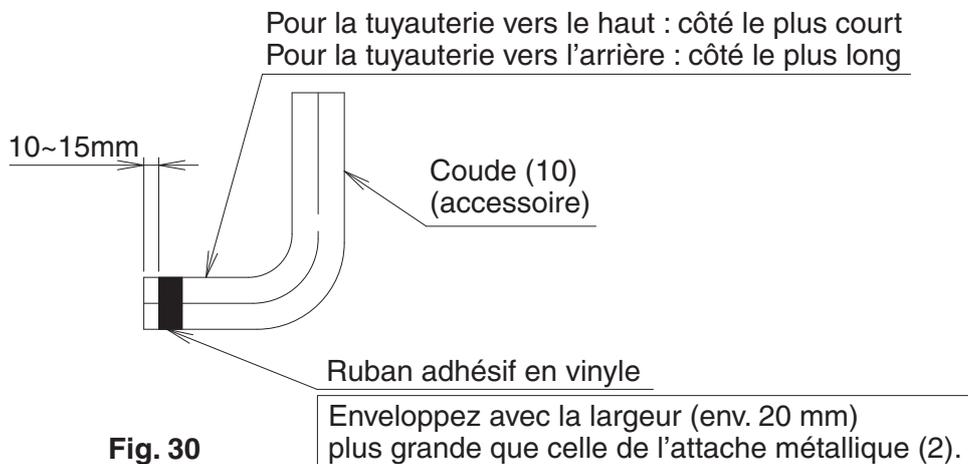

Fig. 30
- Veillez à utiliser le tube d'évacuation (1), le coude (10) et le matériel d'étanchéité (Grand) (8) joints à l'unité comme accessoires.
- 1. Pour éviter que le coude ne soit endommagé par l'attache métallique (2) de la tuyauterie vers le haut et vers l'arrière, enroulez le ruban de vinyle autour du coude 2 à 3 fois afin que le ruban couvre plus de la largeur de l'attache métallique (2) laissant ainsi 10 à 15 mm depuis le bout du coude (10) sans emballage comme indiqué dans la **Fig. 30**.